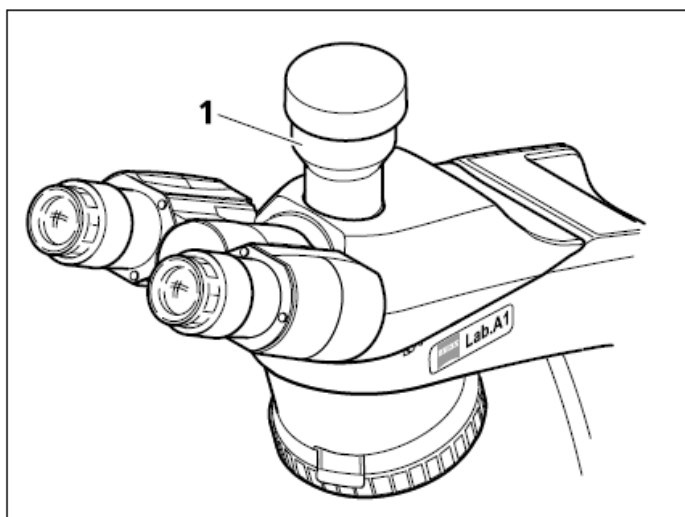
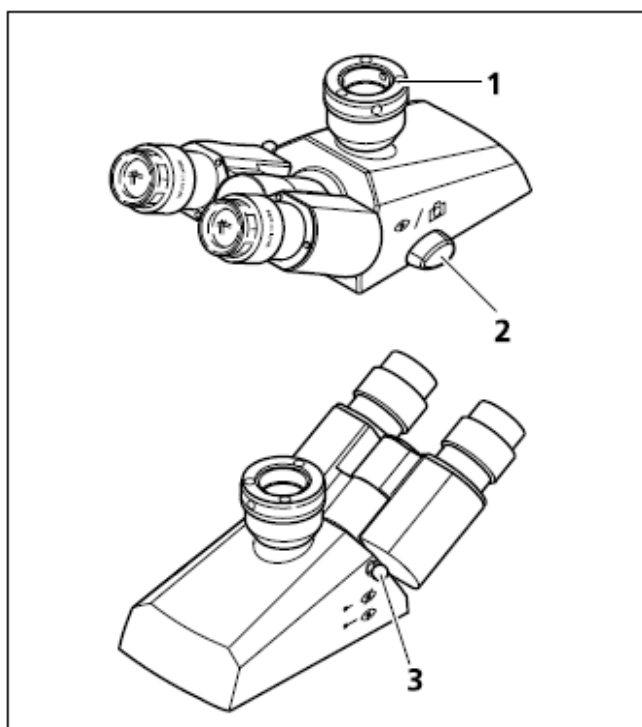

图. 2-7 50:50 固定分光比的三目观察筒 30°/20
图. 2-8 100:0/0:100 可选分光比的三目观察筒 30°/20
连接至显微镜的 CCD 或视频相机可以接入三目观察筒的预留相机接口(图 2-7/1 或图 2-8/1)
(图 2-7)
- 翻转开关(图2-8/2)至前端(眼睛标记):光路100% 到目镜
- 翻转开关(图2-8/2)至后端(相机标记):光路100% 到相机
- 推拉杆(图2-8/3)推入:眼睛光路被完全关闭
- 推拉杆(图2-8/3)拉出:眼睛光路被完全打开